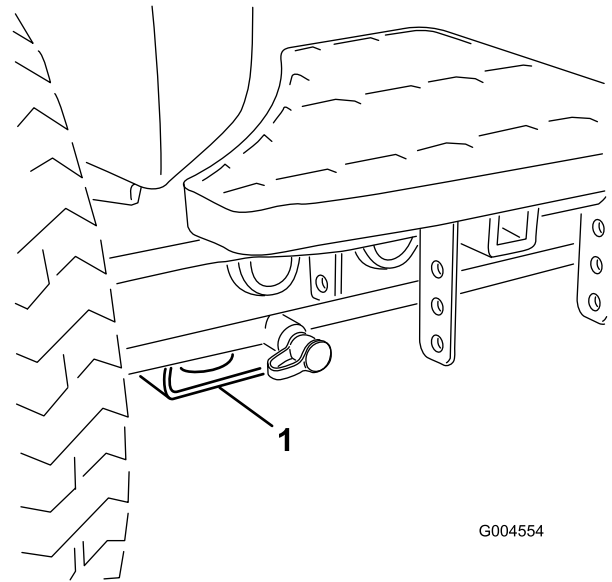

Figura 40
- Anteriore – Supporto rettangolare, sotto il tubo dell'assale, all'interno delle ruote anteriori (Figura 40).